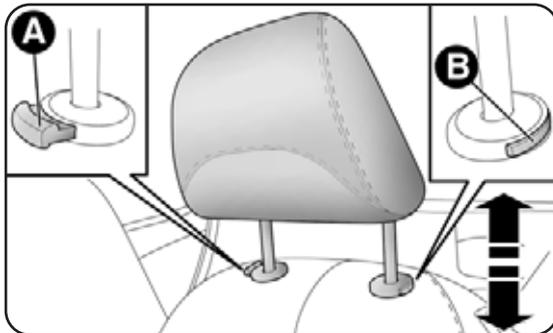

fig. 24
- regulação para baixo: pressionar a tecla A-fig. 24 e baixar o apoio de cabeça.
- pressionar as teclas A e B-fig. 24 a seguir remover os apoios de cabeça desenhando-os para cima.